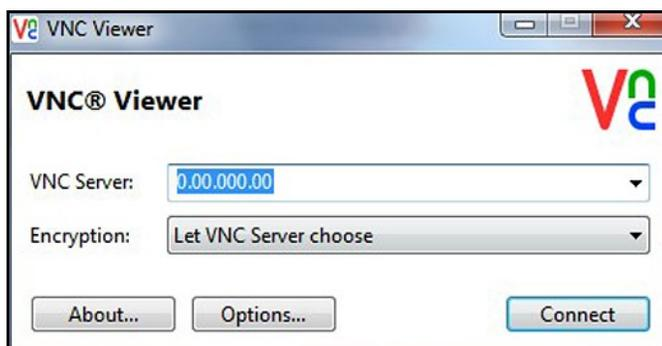

Рис. 74: Экран программы просмотра VNC
5. С ПК перейдите на веб-сайт RealVNC и загрузите VNC Viewer (Программа просмотра VNC). После этого запустите VNC Viewer (Программа просмотра VNC) и введите записанный IP-адрес moisture.IQ после появления приглашения (см. Рис. 74 ниже). Нажмите кнопку **Connect (Подключиться)**.